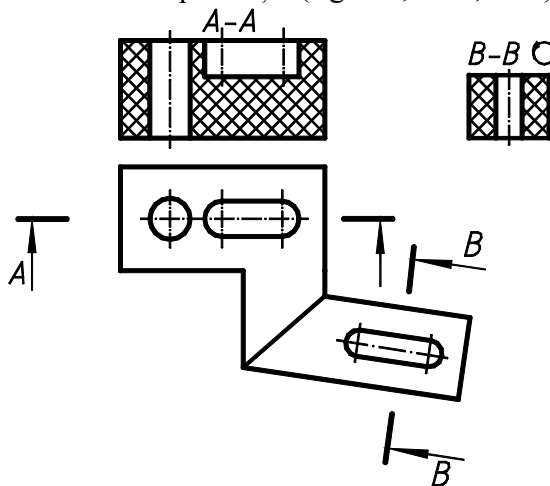

Fig. 5.3
- **secțiune verticală**, când planul de secționare este perpendicular pe planul orizontal de proiecție (fig. 5.3, A-A, B-B);
- **secțiune frontală**, dacă planul de secționare este paralel cu planul frontal de proiecție (vezi fig. 5.3, A-A);
- **secțiune verticală obișnuită**, dacă planul vertical de secționare formează cu planul frontal de proiecție un unghi diferit de 90° (vezi fig. 5.3, B-B).
Nemetalele (masă plastică, cauciuc, piele etc.) se hașurează în ambele sensuri 45° și 135° (vezi fig. 5.3).